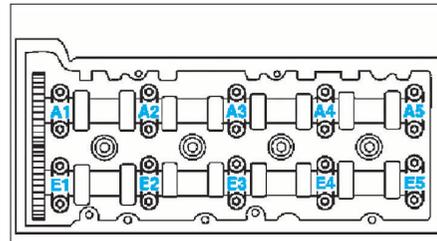

FIG. 55
- Dévisser les vis (3) du pignon d'arbre à cames d'échappement.
- le pignon (2) de l'arbre à cames d'échappement (4).
- les chapeaux de palier d'arbre à cames aux paliers E1, E3, E5 ainsi que A1, A3, A5 (Fig.55).